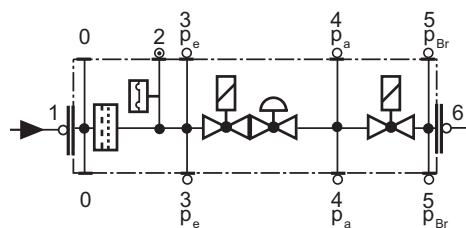

Рис. 21
- Заменяйте фильтр, если разница давления между точками 1 и 3 (Рис. 21) $\Delta p > 10$ мбар.